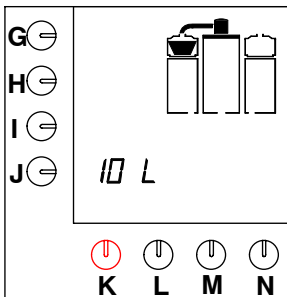

Fig. 7 Período de goteo
- Tan pronto como se ha llenado el contenedor de café, el display muestra intermitentemente el cestillo de filtro durante el periodo de goteo, ver fig. 7 .